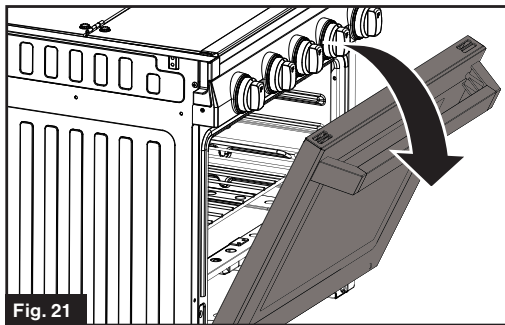

Fig. 21
2. Abra la puerta hasta el final. (Fig. 21)